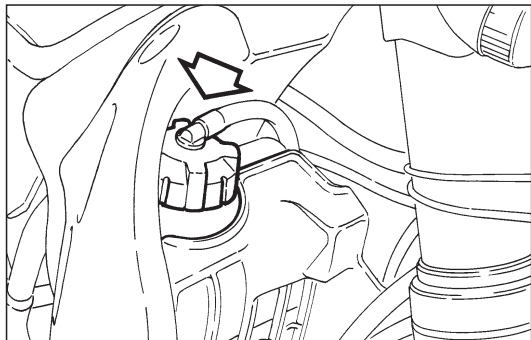

Fig. 27
- ◆ Enlever le bouchon de remplissage (Fig. 27) du radiateur.